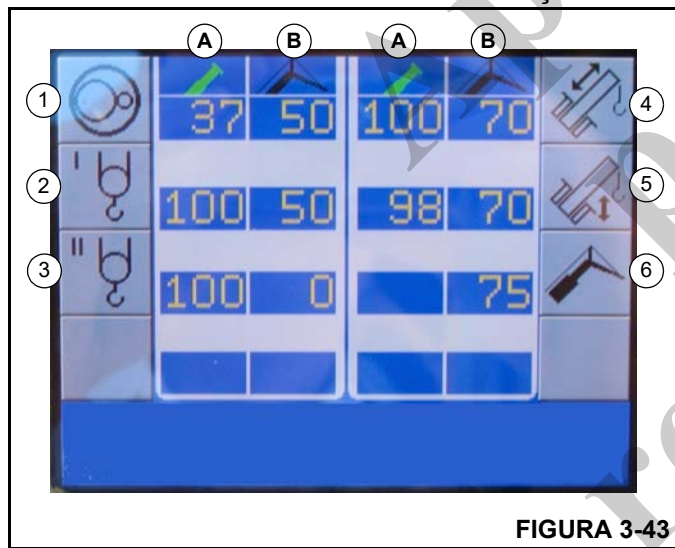

FIGURA 3-43
Os símbolos da lança principal (A) ou lança com extensão (B) (Figura 3-43) da operação atual estarão verdes, indicando qual configuração está ativa. Para usar a extensão da lança, o símbolo (6) deve estar ativo, pressione o botão F7.